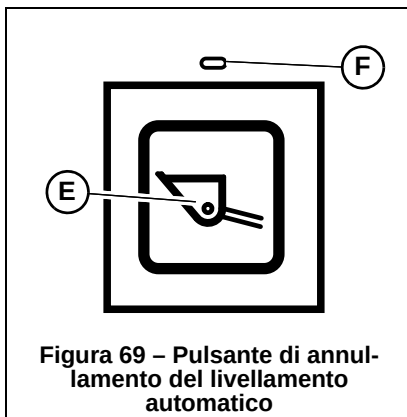

Figura 69 – Pulsante di annullamento del livellamento automatico
Per disattivare il livellamento automatico, premere il relativo pulsante (E, Figura 69) sulla tastiera dei comandi. Per ripristinare il livellamento automatico, premere nuovamente il pulsante (E).
***Nota:** La spia (F) al di sopra del pulsante (E) si accende quando è attivata l'opzione di annullamento del livellamento automatico e la funzione viene disattivata. Questa spia si accende se l'unità non ha questa opzione installata.*